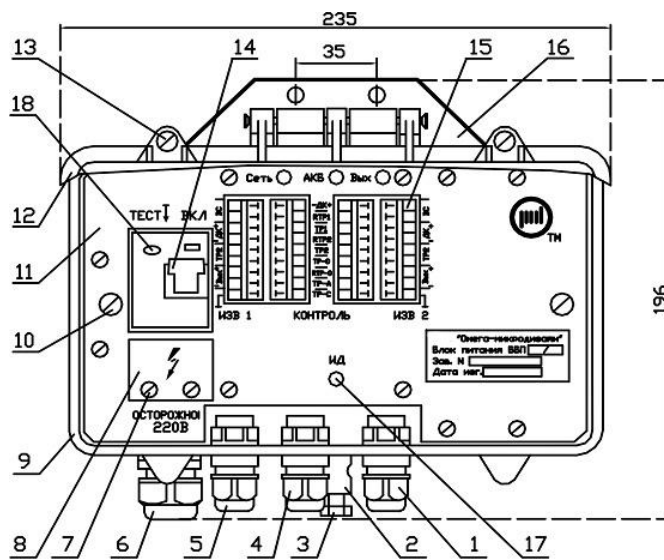
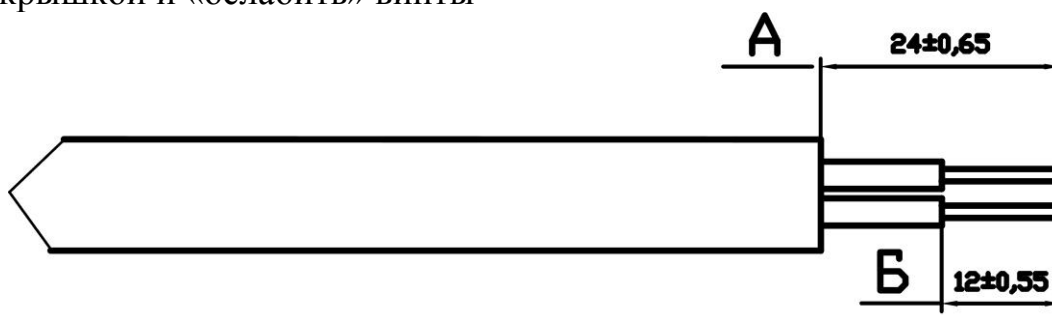

Рис. 5.2
Рис. 5.3
5.1.1 При установке БПП на вертикальной поверхности, произвести разметку места крепления блока в соответствии с расположением крепежных отверстий на рис.5.2. Диаметр отверстий в пластинах 7мм. Установку производить с учетом длины сетевого и связных кабелей, удобства доступа к органам управления и обеспечения обзора световых индикаторов.
5.3 Подготовить сетевой кабель в соответствии с рис. 5.3. Для чего освободить на 24 мм изолированные проводники кабеля от защитных и экранирующих покрытий, снять изоляцию с отдельных проводников кабеля на 12 мм и опаять. Выкрутить винты «7» (рис.5.2) и снять защитную крышку «8». Пропустить рабочую часть отвертки в отверстия под защитной крышкой и «ослабить» винты
5.5 Надежно соединить «красную» клемму с «+» выводом аккумулятора (см. рис. 5.2). Установить шасси на место и закрепить его невыпадающими винтами.
5.7 Пропустить кабель связи с ППК внутрь БПП через соответствующий ввод, закрепить его с помощью гайки ввода и подключить проводники к группам зажимов «Контроль» (см. рис.5.2).